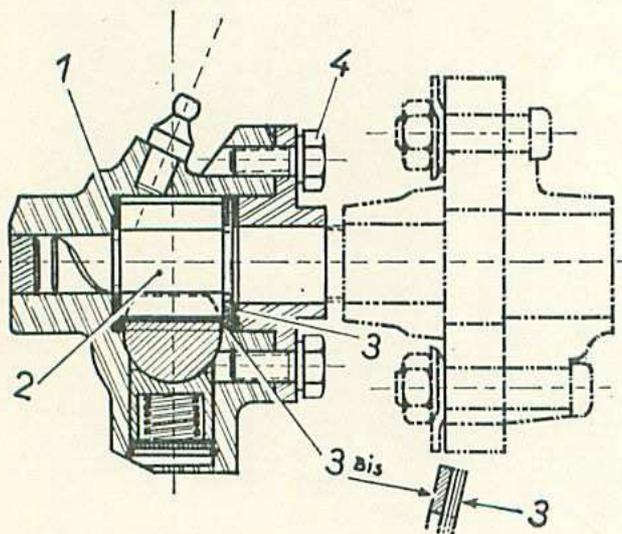

Fig. 54. — Vue en coupe du boîtier de crémaillère.
Lors du remontage du boîtier, après calage du pignon de crémaillère bien tenir compte que la rondelle d'appui n° 349.190 (de  $17,5 \times 26 \times 1$  mm) (3 bis) (fig. 54) doit toujours être montée entre le pignon (2) et les rondelles de réglage (3) (n° 349.187 de  $17,5 \times 26 \times 0,1$  ou 349.189 de  $17,5 \times 26 \times 0,5$  mm).